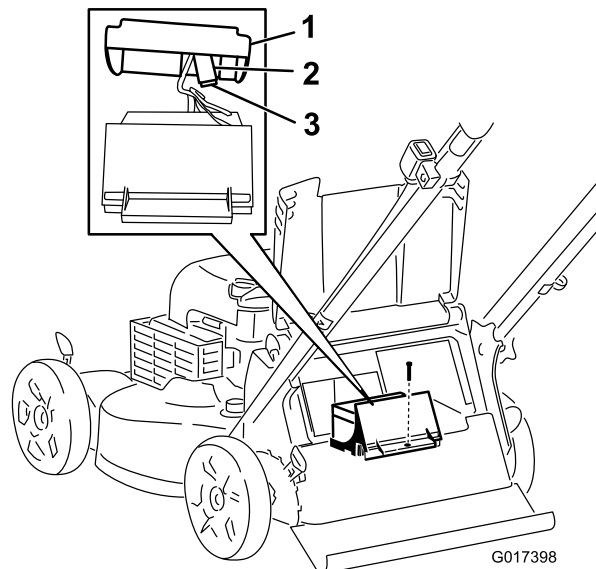

Figura 35
3. Rimuovete la vite di fissaggio del vano batteria, estraete la batteria e individuate il fusibile (Figura 35).
4. Sostituite il fusibile nel portafusibili (Figura 35).